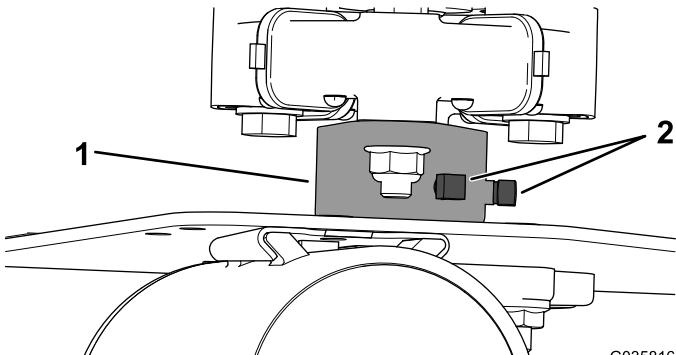

Figura 1
- Afloje los 2 tornillos de fijación del buje de la bomba hidráulica (Figura 1).